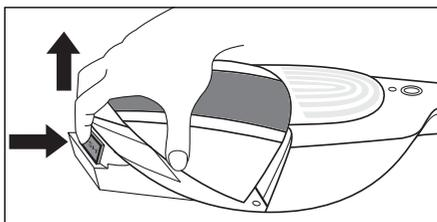

Abb. 3
- 2) Drücken Sie die Taste PUSH **6** und ziehen Sie gleichzeitig den Schmutzbehälter **9** nach oben. Sie können diesen nun nach oben/vorne abheben (Abb. 3).